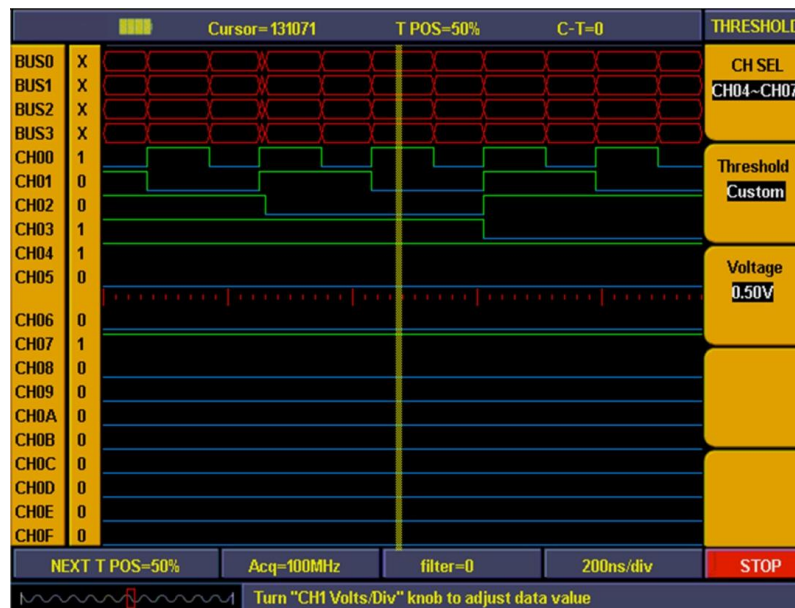

Abb. 16
4. Die Schwelleneinstellung ist abgeschlossen (s. Abb.16).